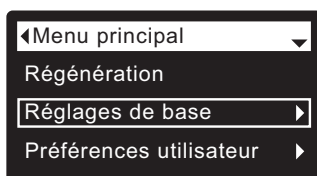

FIG. 48
1. À partir d'un écran d'état dynamique, appuyez sur le sélecteur (O) pour afficher le **Menu principal**.
2. Appuyez sur le bouton BAS (▼) pour faire défiler les options du menu et mettre en encadré **Réglages de base** (cf. Figure 48).